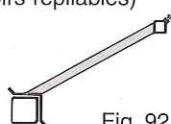

Fig. 92
- un modèle spécial bas (fig. 92) pour semoirs repliables 8-12 rangs.
- a special low model (fig. 92) for folding toolbar 8-12 rows planters. Make sure that the metering boxes are similar to those in fig. 93-94 (shape of the hopper and direction of outlets) : forwards for the NG planter (fig. 93) and backwards for the NG Plus 2 planter unit (fig. 94).
- eine Sonderausführung für niedrigen Anbau (Abb. 92), welche für die klappbaren 8-12 reihigen Sämaschinen bestimmt ist. Versichern Sie sich, daß die Säelemente die gleichen wie bei Abb. 93-94 sind (Profil des Saatgutbehälters und Richtung der Ausläufe) : nach vorn bei Säelementgehäuse NG (Abb. 93) und nach hinten bei Säelementgehäuse NG Plus 2 (Abb. 94).
- een speciaal laag model (fig. 92) voor opvouwbare zaaimachines voor 8-12 rijen.